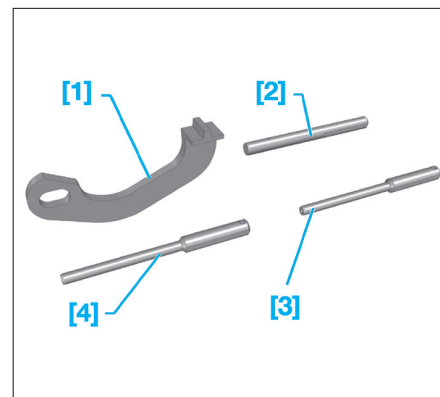

Fig. 4
- [1] Arrêteur de volant moteur (réf. 0188Z) (Fig.4).